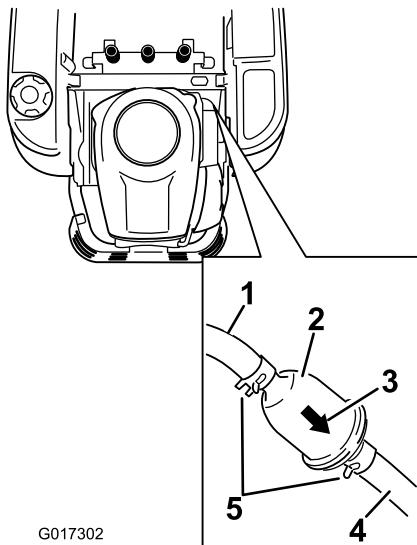

Figura 38
3. Localice el filtro de combustible en el lado izquierdo del motor, según se muestra en .Figura 38.
4. Apriete los extremos de las abrazaderas y deslícelas por el tubo alejándolas del filtro (Figura 38).
6. Instale un filtro nuevo – la flecha que indica el sentido de flujo debe apuntar hacia el motor. Acerque las abrazaderas al filtro (Figura 38) para sujetar éste.